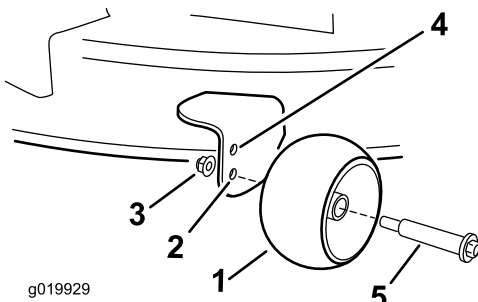

Figure 23
- Trou supérieur – utilisez cette position avec le plateau de coupe à une hauteur de coupe inférieure ou égale à 63 mm (Figure 23).
- Trou inférieur – utilisez cette position avec le plateau de coupe à une hauteur de coupe égale ou supérieure à 76 mm (Figure 23).